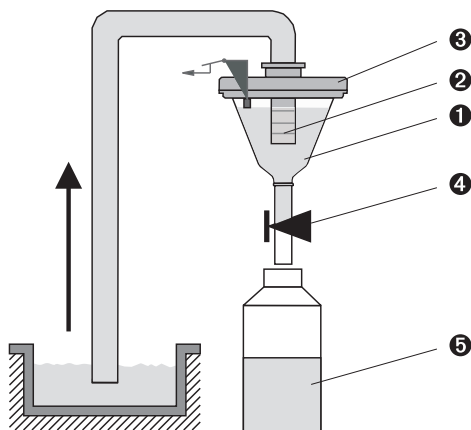

Fig. 53: Principio di prelievo
- Sistema di dosaggio (→ Fig. 53, 'Principio di prelievo')